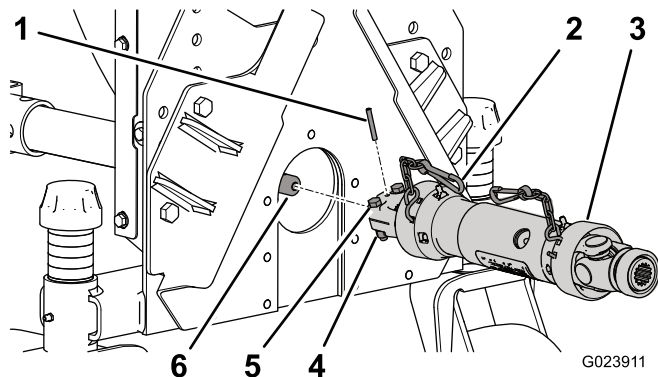

Bild 9
3. Befestigen Sie sie mit einem Rollstift (Bild 9).
4. Befestigen Sie die Antriebswelle mit zwei Schrauben (5/16" x 1-3/4") und Bundmuttern (5/16") an der Getriebewelle (Bild 9).
7. Befestigen Sie die Sicherheitskette am Bläserrahmen (Bild 9).